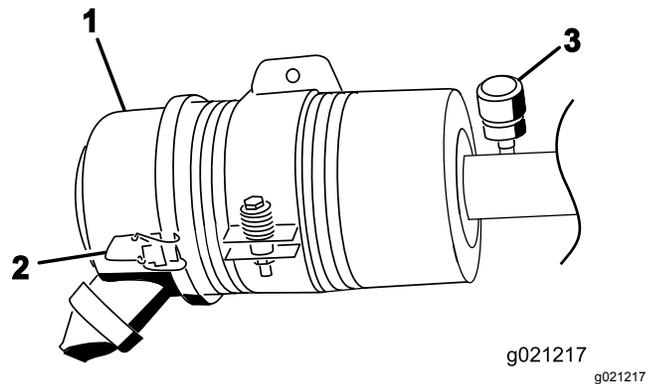

Figure 70
Faites l'entretien du filtre à air uniquement quand l'indicateur de colmatage indique que cela est nécessaire (Figure 70). Changer le filtre à air prématurément ne fait qu'accroître le risque de contamination du moteur par des impuretés quand le filtre est déposé.
1. Desserrez les attaches qui fixent le couvercle sur le boîtier du filtre à air (Figure 70).